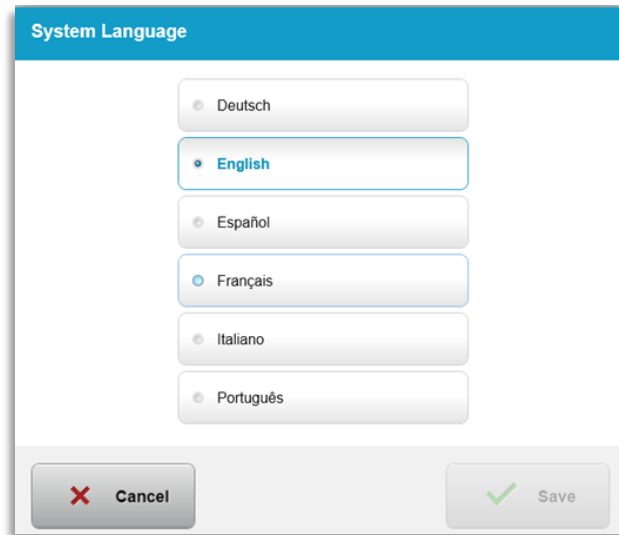

Figura 3-56. Modifica della lingua di sistema
- Selezionare la lingua desiderata dal menu, come mostrato nella Figura 3-56.